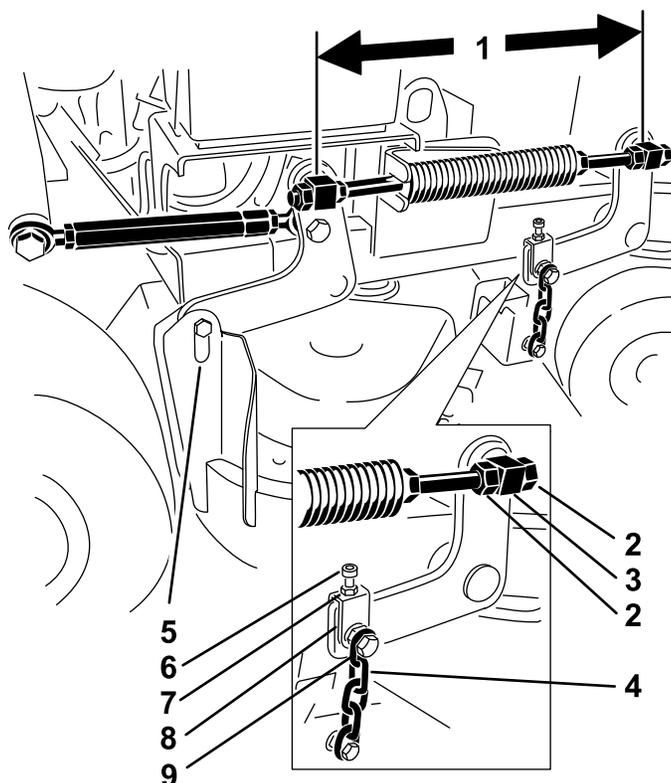

Figura 78
il centro delle parti girevoli (distanza da centro a centro) su ogni asta filettata (Figura 78).
2. Allentate i controdadi nella parte girevole anteriore (Figura 78).
4. Serrate i controdadi sulla parte girevole anteriore (Figura 78).
4. Allentate i controdadi sulla parte girevole anteriore destra e sinistra (Figura 78).
6. Serrate i controdadi sulla parte girevole anteriore destra e sinistra (Figura 78).
4. Allentate i controdadi sulla parte girevole anteriore sinistra (Figura 78).
6. Serrate i controdadi sulla parte girevole anteriore sinistra (Figura 78).
5. Allentate i bulloni superiori della catena (Figura 78).
6. Allentate i controdadi su ciascuna forcilla (Figura 78).
8. Serrate i controdadi e i bulloni superiori della catena (Figura 78).